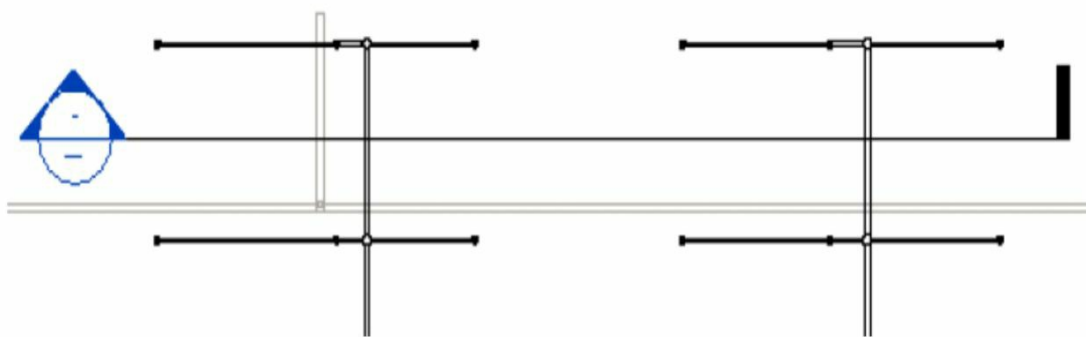

图1-35
- (1) 打开一个平面、剖面、立面或详图视图。
- (2) 单击“视图”选项卡>“创建”面板>“剖面”工具。在“剖面”选项卡下的“类型选择器”中选择“详图”“建筑剖面”或“墙剖面”。
- (3) 在选项栏中选择一个视图比例。
- (4) 将光标放置在剖面的起点处，并拖曳光标穿过模型或族，当到达剖面的终点时单击，完成剖面的创建。
- (5) 选择已绘制的剖面线将显示裁剪区域，如图1-35所示，使用鼠标拖曳绿色虚线上的视图宽度和视景深度控制柄调整视图范围。